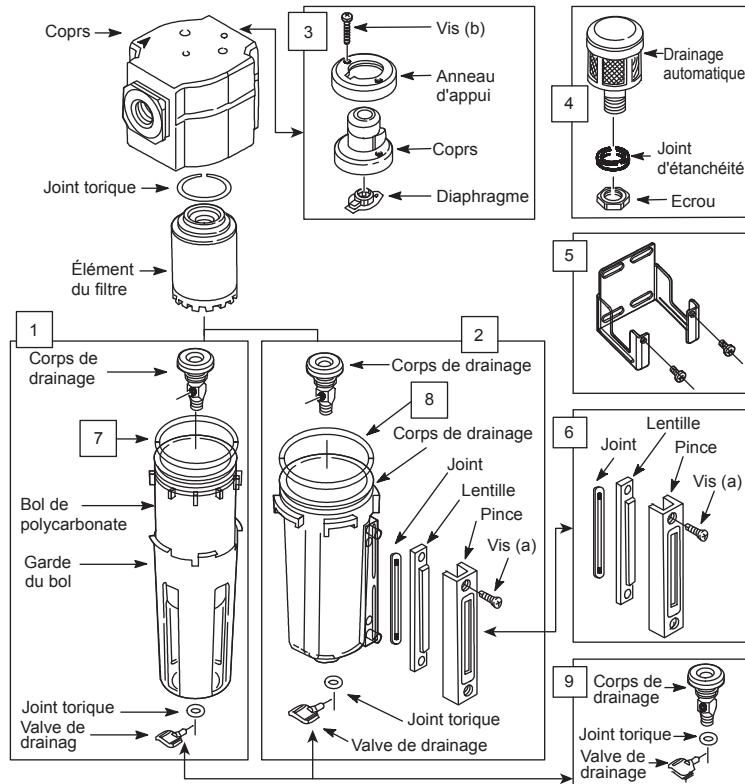

figure 2
INSTRUCTIONS D'OPÉRATION (Voir la Figure 2)
- 1 Démontage (voir la figure 2)**
- Démontez conformément généralement aux pièces illustrées sur la Figure 2. Ne retirez pas le drain à moins que leur remplacement soit nécessaire. Retirez et remplacez seulement s'il y a des dysfonctionnements de la vidange ou la conversion à la vidange automatique (4ZK14A).
- 2 Nettoyage (voir la figure 2)**
- 3 Assemblage (voir la figure 2)**
- Assemblez comme indiqué sur la Figure 2. Les flèches sur l'indicateur et le corps doit pointer dans la même direction.